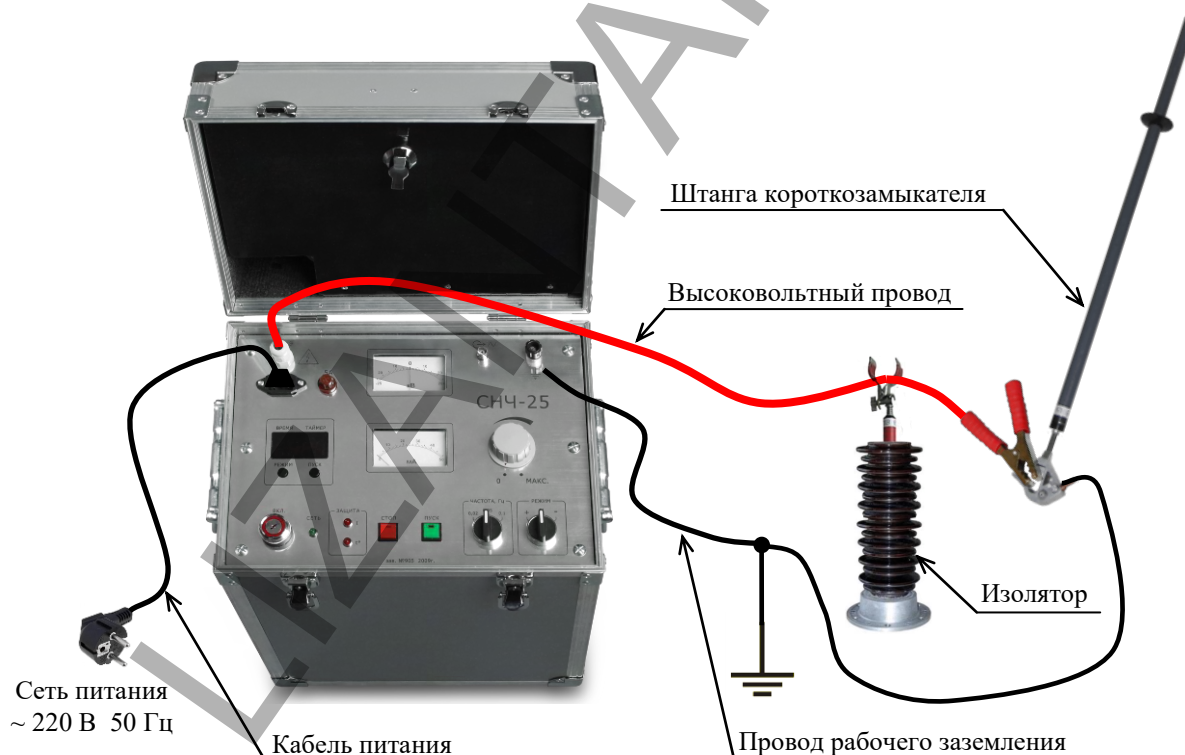

Рисунок 7 – Схема проверки работоспособности Установки с наложением штанги заземления на высоковольтный вывод
7.5.14 Наложить штангу заземления на высоковольтный вывод высоковольтного кабеля Установки (см. рисунок 7).